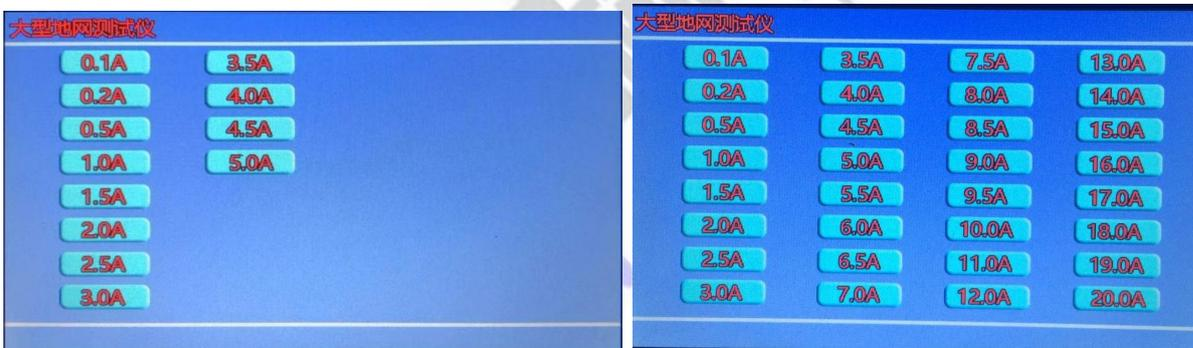

图 8 测试电流选择（常规仅到 5A，20A 的需要定制）
4) 测试电流：2.0A 代表测试电流数值。此处电流值可以随意设置，比如 2.2A。按下**选择**按钮，可以选择电流值。（图 8）